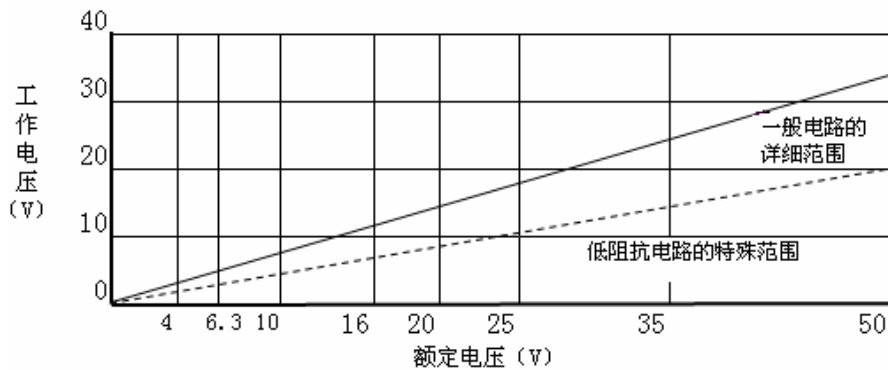

图 7.5-1
- a. 使用低阻抗电路时(尤其开关电源中的滤波电容器), 请将使用电压设定在额定电压的 $1/3$ 以下。使用其它电路时, 请将使用电压设立在额定电压的 $2/3$ 以下(见图 7.5-1)。图示如下:
- c. 钽电容器在电路中, 应控制瞬间大电流对电容器的冲击, 建议串联电阻以缓解这种冲击。请将 $3\Omega/\text{V}$ 以上的保护电阻器串联在电容器上, 以限制电流在 300mA 以下。无法加入保护电阻时, 请使用 $1/3$ 额定电压以下作为工作电压(见图 7.5-1)。